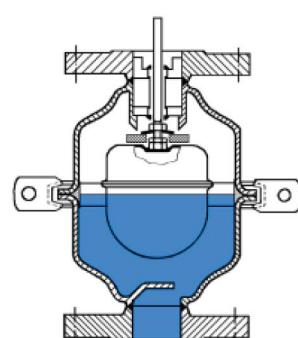

Рис. 2
2. Пусковые воздухоотводчики имеют высокую пропускную способность и предназначены для удаления газов из жидкостных систем при их заполнении жидкостью, а также для заполнения воздухом при дренаже системы. При отсутствии жидкости в системе клапан воздухоотводчика открыт за счёт массы поплавка. При заполнении системы и повышении уровня жидкости, поплавок перемещается в верхнее положение и закрывает клапан (рис. 2). В процессе работы системы клапан воздухоотводчика удерживается рабочим давлением в закрытом положении независимо от уровня жидкости. При дренаже системы воздухоотводчик будет оставаться закрытым до тех пор, пока давление не понизится до 0,3 бар. После чего клапан открывается и работает в режиме заполнения системы воздухом. Пример пускового воздухоотводчика – EB3.52.